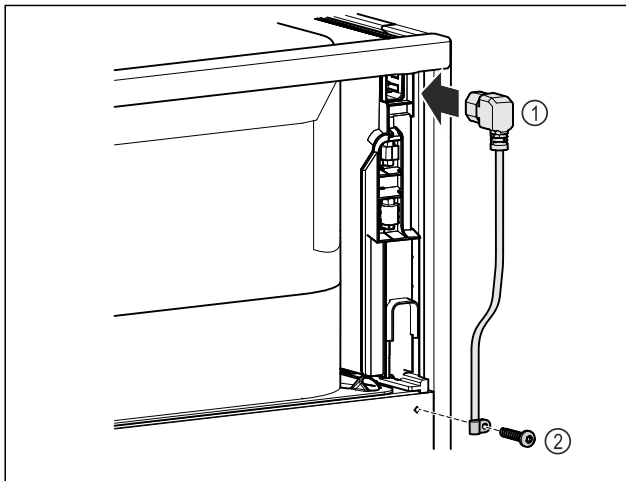

Fig. 48
- Au dos de l'appareil, brancher la prise pour appareil froid du câble d'alimentation Fig. 48 (1).
- Monter le serre-câble. Fig. 48 (2)